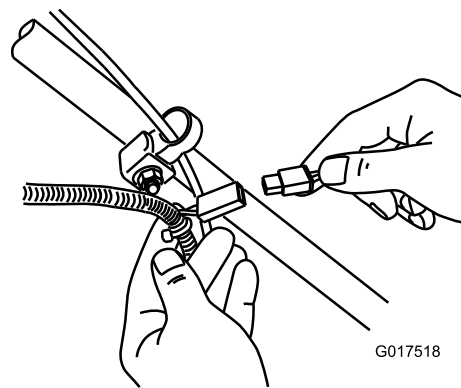

Figura 35
1. Conecte el cargador al arnés de cables, que está situado debajo de la llave de contacto (Figura 35).